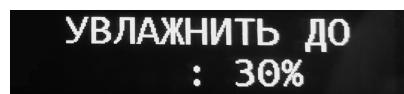

Рисунок 17. Цифровой индикатор Устройства, отображающий установку влажности
- а) Нажатиями на кнопки «–» (13) и «+» (18) (по умолчанию плюс 90 °C) – если Устройство находится в *состоянии ожидания пуска*.
- б) Если Устройство находится в состоянии редактирования параметра *ВРЕМЯ НАГРЕВА* – однократным нажатием кнопки «ВРЕМЯ НАГРЕВА» (12), и последующими нажатиями на кнопки «–» (13) и «+» (18) установить желаемую температуру воздуха в помещении сауны (по умолчанию плюс 90 °C);
ВЛАЖНОСТЬ: Однократное нажатие кнопки «ВЛАЖНОСТЬ» (19) позволяет нажатиями на кнопки «–» (13) и «+» (18) задать желаемое значение влажности в помещении сауны (по умолчанию 30 %) (рис. 17).